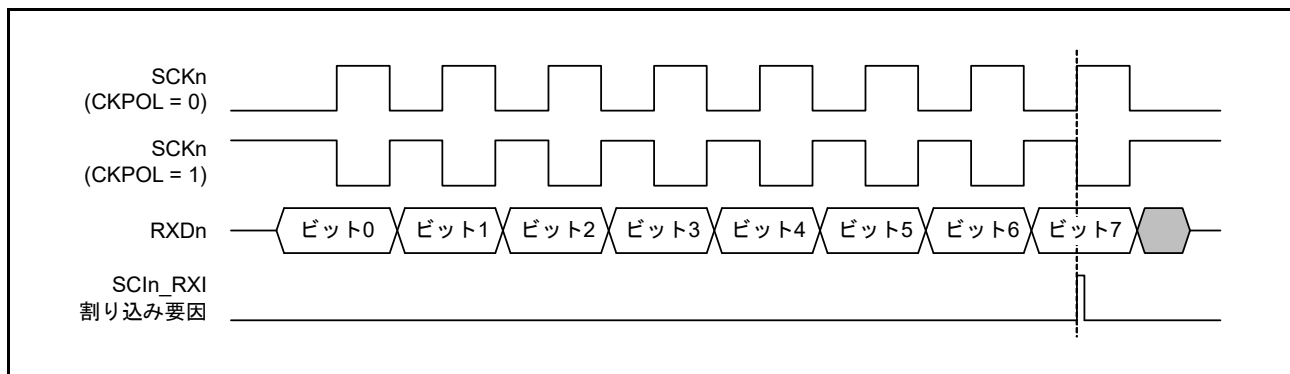

図 27.79 簡易 SPI モードにおける SCIn\_RXI 割り込みの発生タイミング (クロック遅れあり)
- 「クロック遅れあり」の設定 (SPMR.CKPH ビット=1) では、図 27.79 に示すように、SCKn 端子の最終クロックエッジ手前のクロックエッジで受信データフル割り込み (SCIn\_RXI) が発生します。このとき、SCR.TE ビットと SCR.RE ビットを SCKn 端子の最終クロックエッジより前に0にすると、SCKn 端子出力がハイインピーダンスとなり、送受信クロックの最後のクロックパルス幅が短くなります。また、SCIn\_RXI 割り込みの発生によって、SCKn 端子の最終クロックエッジより前に接続先スレーブの SSn 端子入力信号が High になった場合、スレーブが誤動作する可能性があります。